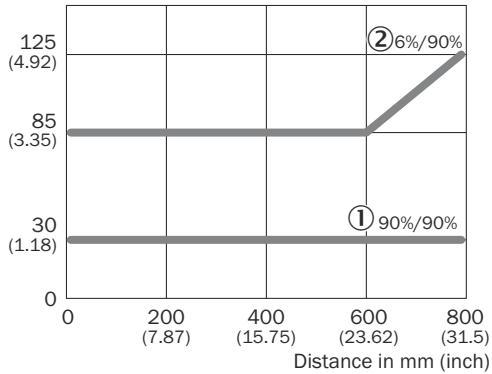

図 5: 対象物から背景への最小距離
5. 検出距離および対象物または背景への距離、ならびに対象物の反射率に注意してください。参照図5、ページ95